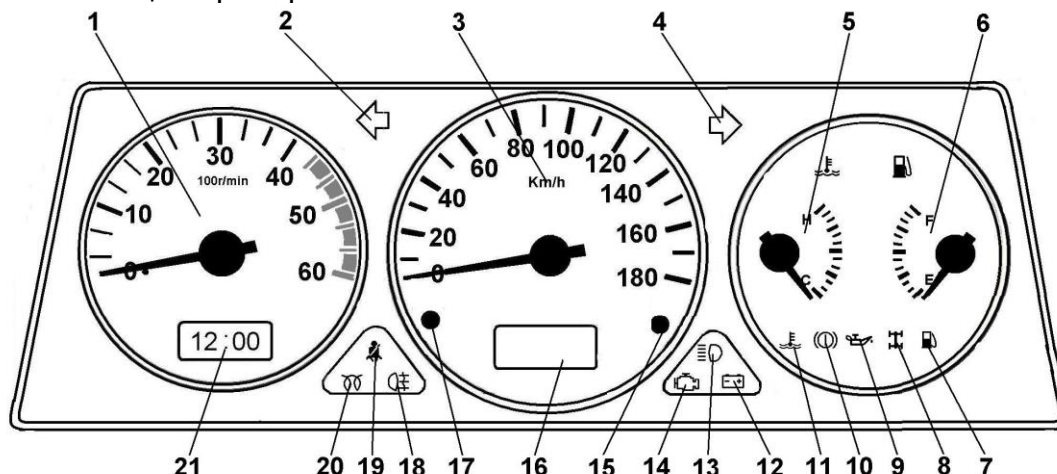

Рис. 15. Общий вид комбинации приборов
- 45 – комбинация приборов (см. рис.15).
1 (рис.15) – тахометр. Прибор электронного типа, указывает частоту вращения коленчатого вала двигателя;